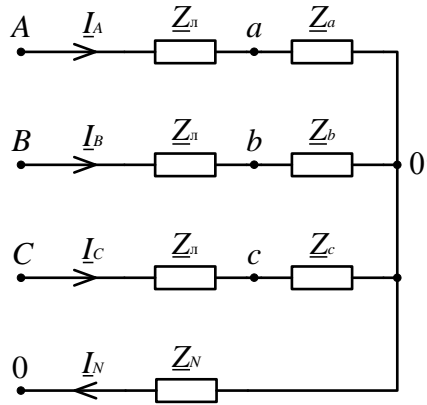

Рис. 7
1) Находят напряжение смещения нейтрали $\underline{U}_{0'0}$ (рис. 7).